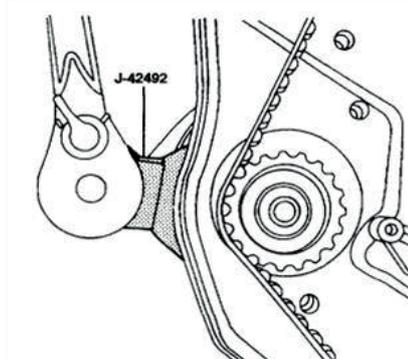

FIG. 5
4. Faire tourner la pompe à eau dans le sens inverse horaire au moyen de l'outil de réglage spécifique (Gates : GAT V501A ou OE : J-42492 ou KM-421-A), pour relâcher la tension sur la courroie (Fig. 5).